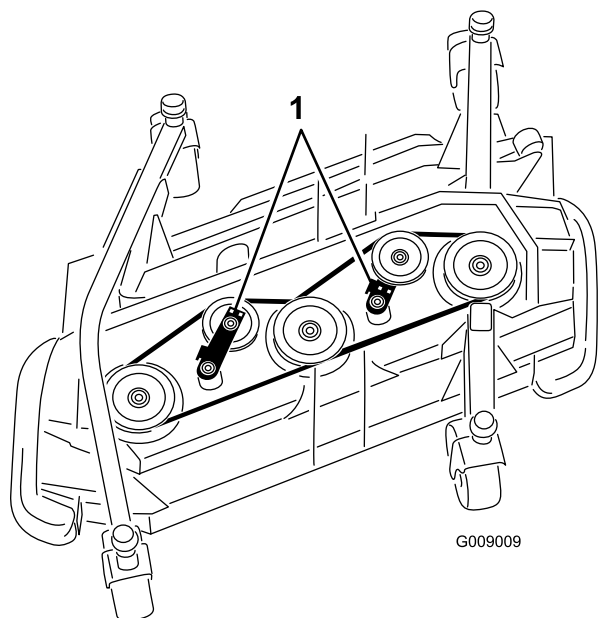

Рисунок 84
5. Используя гаечный ключ с храповиком или аналогичный инструмент, отодвиньте натяжной шкив от приводного ремня, чтобы ослабить ремень и снять его со шкивов (Рисунок 84).